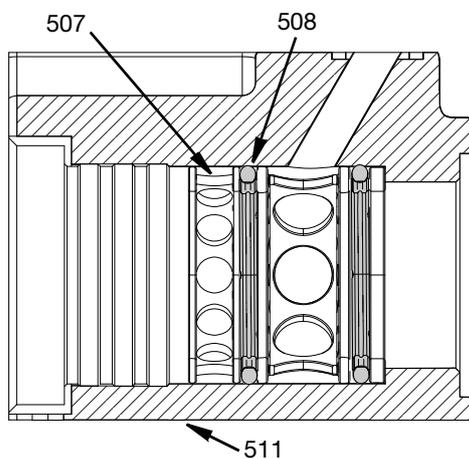

FIG. 23
- Insérez l'anneau du distributeur de suintement (507) dans l'alésage du boîtier pivotant (511). Il est recommandé d'utiliser l'**Outil d'insertion/retrait de siège de matériau, 17V972** à la page 38 et un maillet à face souple. Pousser complètement la bague du distributeur de suintement et le joint rotatif (508) contre la bague de support de matériau (509). Voir FIG. 23.